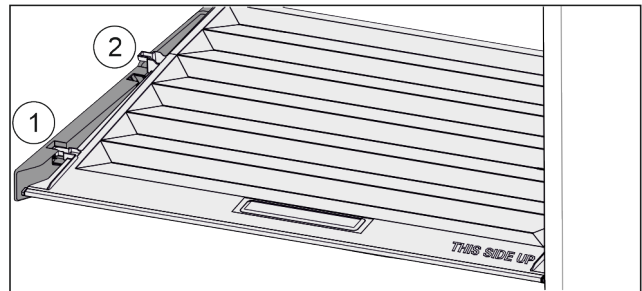

Fig. 28
- Кришку до отвору в деталях для підтримки потягнути вперед Fig. 28 (1).
- Підняти ззаду знизу та вийняти Fig. 28 (2) вгору.